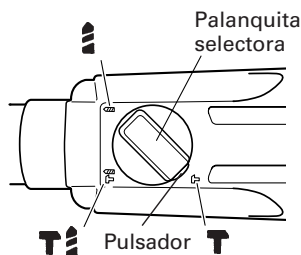

Fig. 11
Este martillo giratorio podrá ajustarse al modo de percusión solamente presionando el pulsador y girando la palanca de cambio hasta la marca **T**. (Fig. 11)
- (3) Gire la palanca de cambio hasta la marca **T**. (Fig. 11)